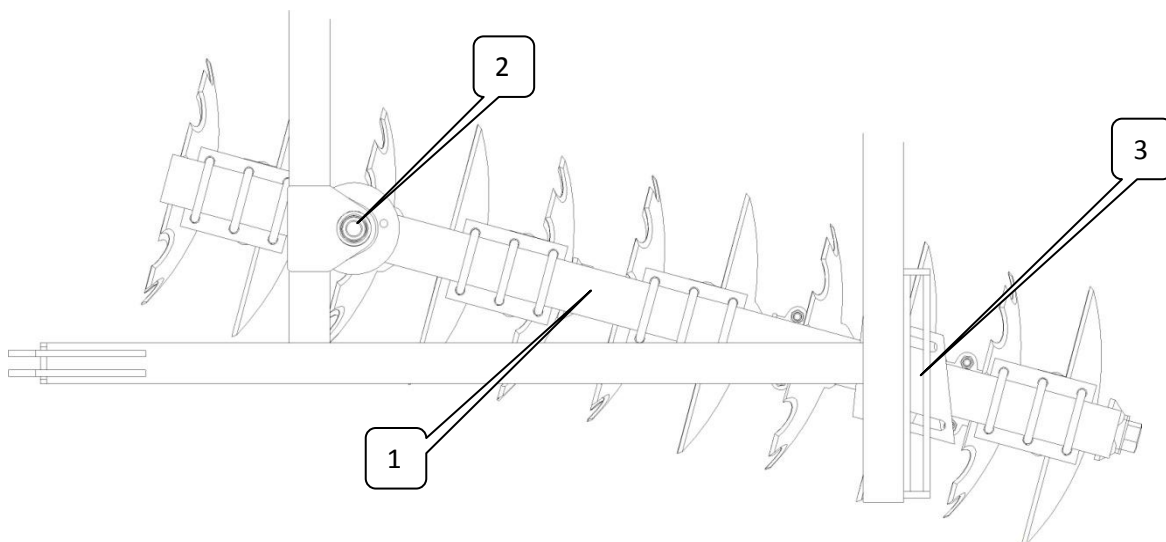

Рис.2. Механизм регулировки угла атаки.
- ослабить затяжку гаек оси поворота (Рис.2).